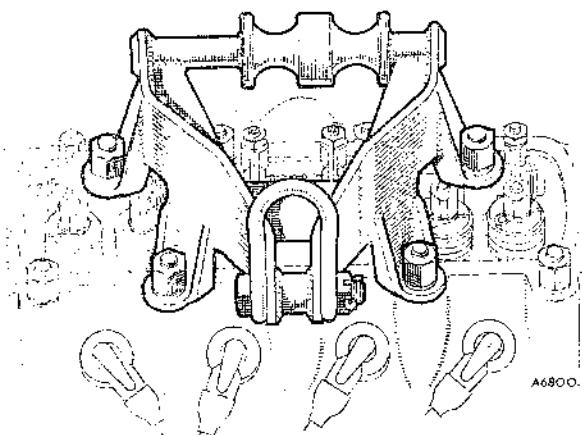

Fig. Aa.5
- (6) Desempalmar los raccres de goma del calentador y el cable de la válvula de control de agua. Aflojar los clips que fijan las uniones del tubo de entrada de aire al calentador, en la rejilla y en la faldilla del compartimiento del capó, y separar el cubo de dicho compartimiento.
- (7) Desconectar todas las conexiones eléctricas del motor.
- (8) Quitar la tapa del distribuidor.
- (9) Quitar el filtro de aire según se indica en la Sección Da.1.
- (10) Quitar el carburador según se indica en la Sección Da.2.
- (11) Desconectar el cable del velocímetro de la parte trasera del instrumento.
- (12) Desconectar el racor de goma del indicador de presión de aceite.
- (13) Desconectar y quitar la bocina.
- (14) Separar el tubo de escape del colector y sujetarlo con el salpicadero.
- (15) Soltar el tirante del bloque de cilindros y darle la vuelta, separándolo del motor.
- (16) Quitar las tuercas de la tapa de bancines y montar el gancho de elevación del motor (Fig. Aa.5).
- (17) Extraer los tornillos de presión que fijan al bastidor auxiliar los apoyos de montaje del motor.
- (18) Levantar el motor lo bastante como para que los palieres se suelten de los platos de acoplamiento, y quitar del coche el grupo motor/transmisión.